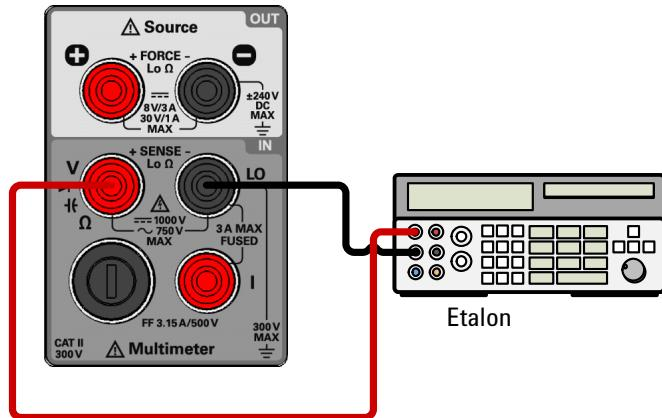

Figure 5-2 Configuration du test de vérification du gain de tension CC, de tension CA, de résistance et de capacité
- 1 Reliez l'étalement aux bornes d'entrée **V** (rouge) et **L0** (noire) sur le panneau avant (voir Figure 5-2 à la page 142).